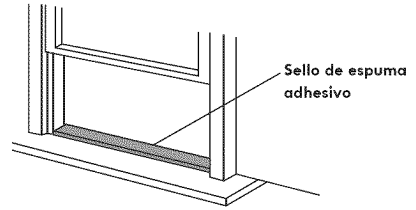

Fig.8
1. Corte un trozo de sello de espuma adhesivo al ancho de la ventana y pegue el sello en el antepecho de ventana. (Véase la Fig.8)